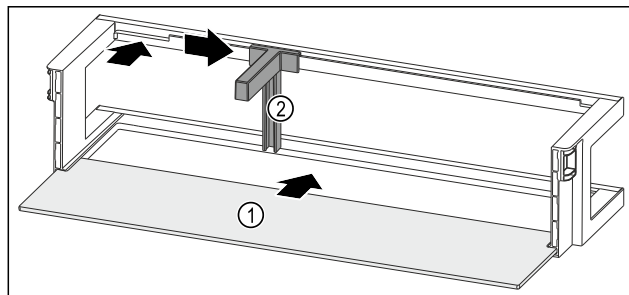

Fig. 234 Balconcino controporta con ripiano
- Inserire il ripiano Fig. 234 (1) negli incavi laterali.
- Inserire il fermabottiglie Fig. 234 (2) nell'incavo.
- Fare scorrere il fermabottiglie Fig. 234 (2) lateralmente alla posizione desiderata.